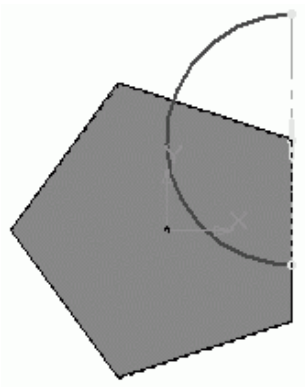

Рис. 3.14. Эскиз для будущей операции вращения
5. Выделите верхнюю грань призмы в окне представления документа (то есть щелкнув на самой грани в модели). Грань должна подсветиться зеленым цветом. Опять нажмите кнопку для создания эскиза. Переключитесь на панель инструментов Геометрия и с помощью команды Дуга постройте дугу с центром в одной из вершин основания-пятиугольника и радиусом 20 мм. Поскольку этот эскиз предполагается использовать в операции вращения, обязательно создайте осевую линию (команда Отрезок, стиль линии Осевая) проходящую через конечные точки дуги (рис. 3.14).